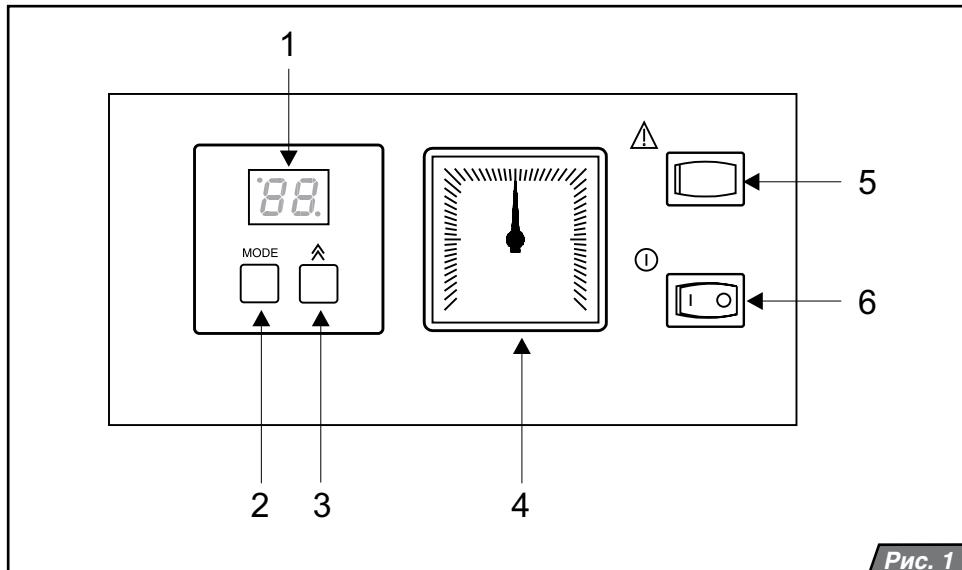

Рис. 1
Главный выключатель (рис.1, поз.6) предназначен для включения и выключения котла. Он располагается в правой части панели управления.
Описание элементов управления (рис. 1):
Давление в системе отопления постоянно отображается на манометре котла (рис.1, поз.4).
В случае если к котлу не был подключен датчик температуры воды в бойлере, нажмите кнопку MODE 1 раз (рис.1, поз.2). Если датчик
4. давление в системе отопления находится в допустимых пределах 1 – 2 бара. Установите главный выключатель (рис. 1, поз. 6) в положение ВКЛЮЧЕНО (I). Котел включится и начнет работать в режиме ГВС (если бойлер подключен к котлу). После нагрева ГВС котел переключится на режим отопления (при условии, что режим отопления активен). В случае защитного отключения котла на дисплее панели управления появится сообщение о
неисправности (см. „Сообщения об ошибках“ стр.8). С помощью кнопки RESET (рис. 1, поз. 5) разблокируйте котел. Если, после включения, защитное отключение повторится, или невозможно будет произвести разблокировку котла, обратитесь в сервисную организацию.
При кратковременном отключении котла установите главный выключатель (рис. 1, поз. 6) в положение ВЫКЛЮЧЕНО (O). При выключении котла на длительный период необходимо отключить его от электрической сети и перекрыть подачу газа в котел. Если в зимний период котел не используется, то систему отопления необходимо опорожнить. Однако необходимо избегать частых сливов и подпиток системы отопления во избежание образования накипи и отложений внутри котла.